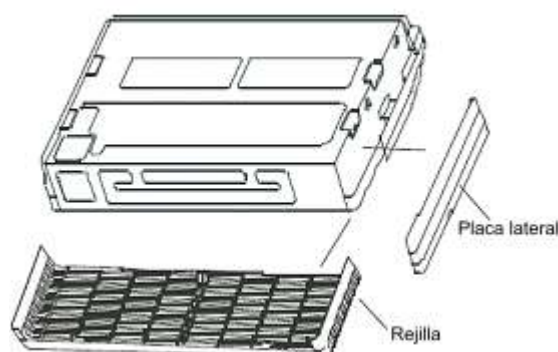

Fig. 1-10
1. Retire la placa lateral y la rejilla. (Consulte la Fig. 1-10) (En los modelos de 48.000 y 60.000 Btu/h, no retire la rejilla.)